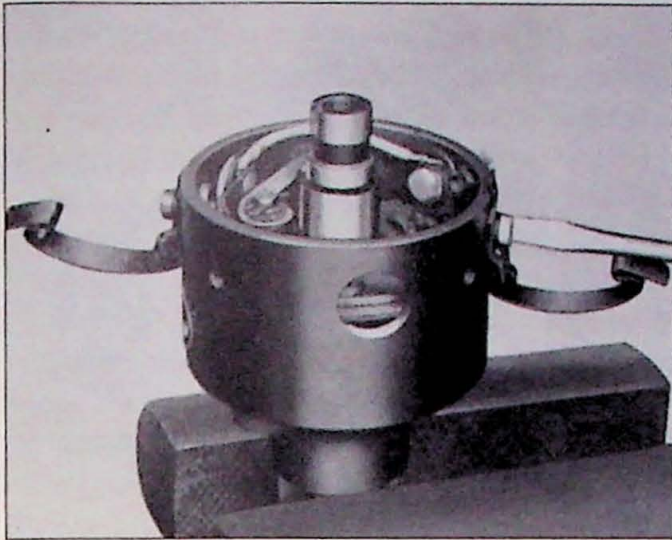

Fig. 13.7. Uitbouwen van de onderbrekerplaat
5. Onderbrekerplaat losschroeven door middel van de boutjes op het onderbrekerhuis (Fig. 13.7).